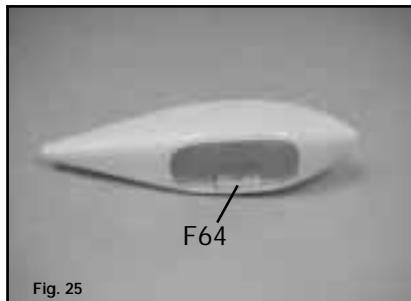

Fig. 25
Glue the support (F64) in the wheel pants, see Fig. 25.
*Verlijm de versteviging (F64) in de wielkap, zie Fig. 25.*
Collez le renfort (F64) dans le carénage de roue, voir Fig. 25.